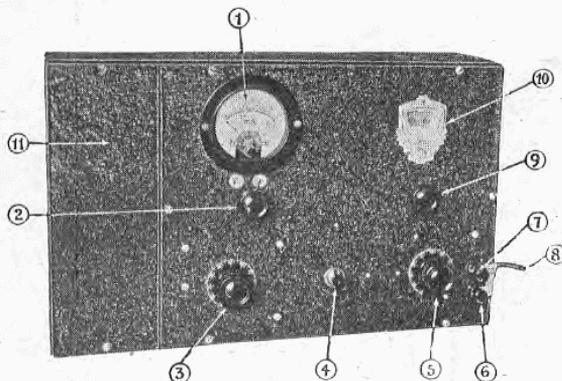

FIG. 3. - Vista del pannello anteriore.
In fig. 3 è rappresentato il pannello anteriore dell'oscillatore. In alto a sinistra si nota il milliamperometro (1), e immediatamente sotto è posto un commutatore (2) che comanda l'inserzione dell'istrumento stesso. Girando il commutatore (2) a destra (C.G.) l'istrumento funziona come milliamperometro, ed è inserito sul circuito di griglia della valvola oscillatrice; durante il funzionamento il commutatore viene tenuto normalmente in questa posizione, e l'istrumento indica così la corrente di griglia (C.G.) della valvola oscillatrice (in media da 0,4 a 0,6 mA) dando così un'idea dell'ampiezza dell'oscillazione generata.